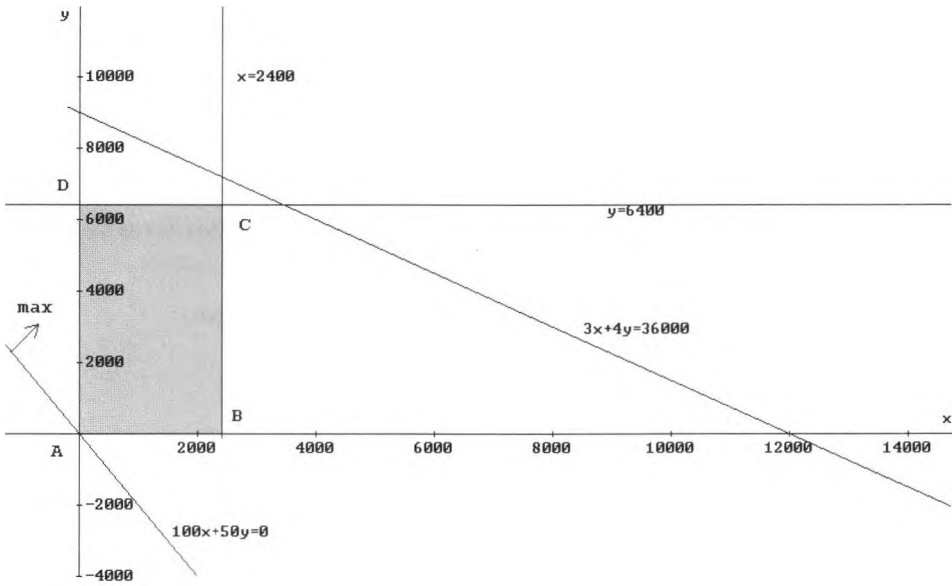

Figura 1.6: Región factible ejercicio 12.
b) Si lo resolvemos usando el método geométrico tendremos la figura 1.6 de la página 278.
La región factible puede verse en la figura 1.6 de la página 278.